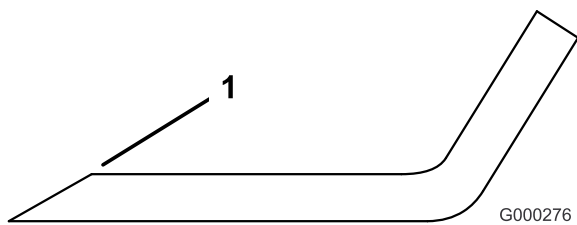

Bild 92
1. Schärfen Sie die Schneidkante an beiden Enden des Schnittmessers mit einer Feile (Bild 92).